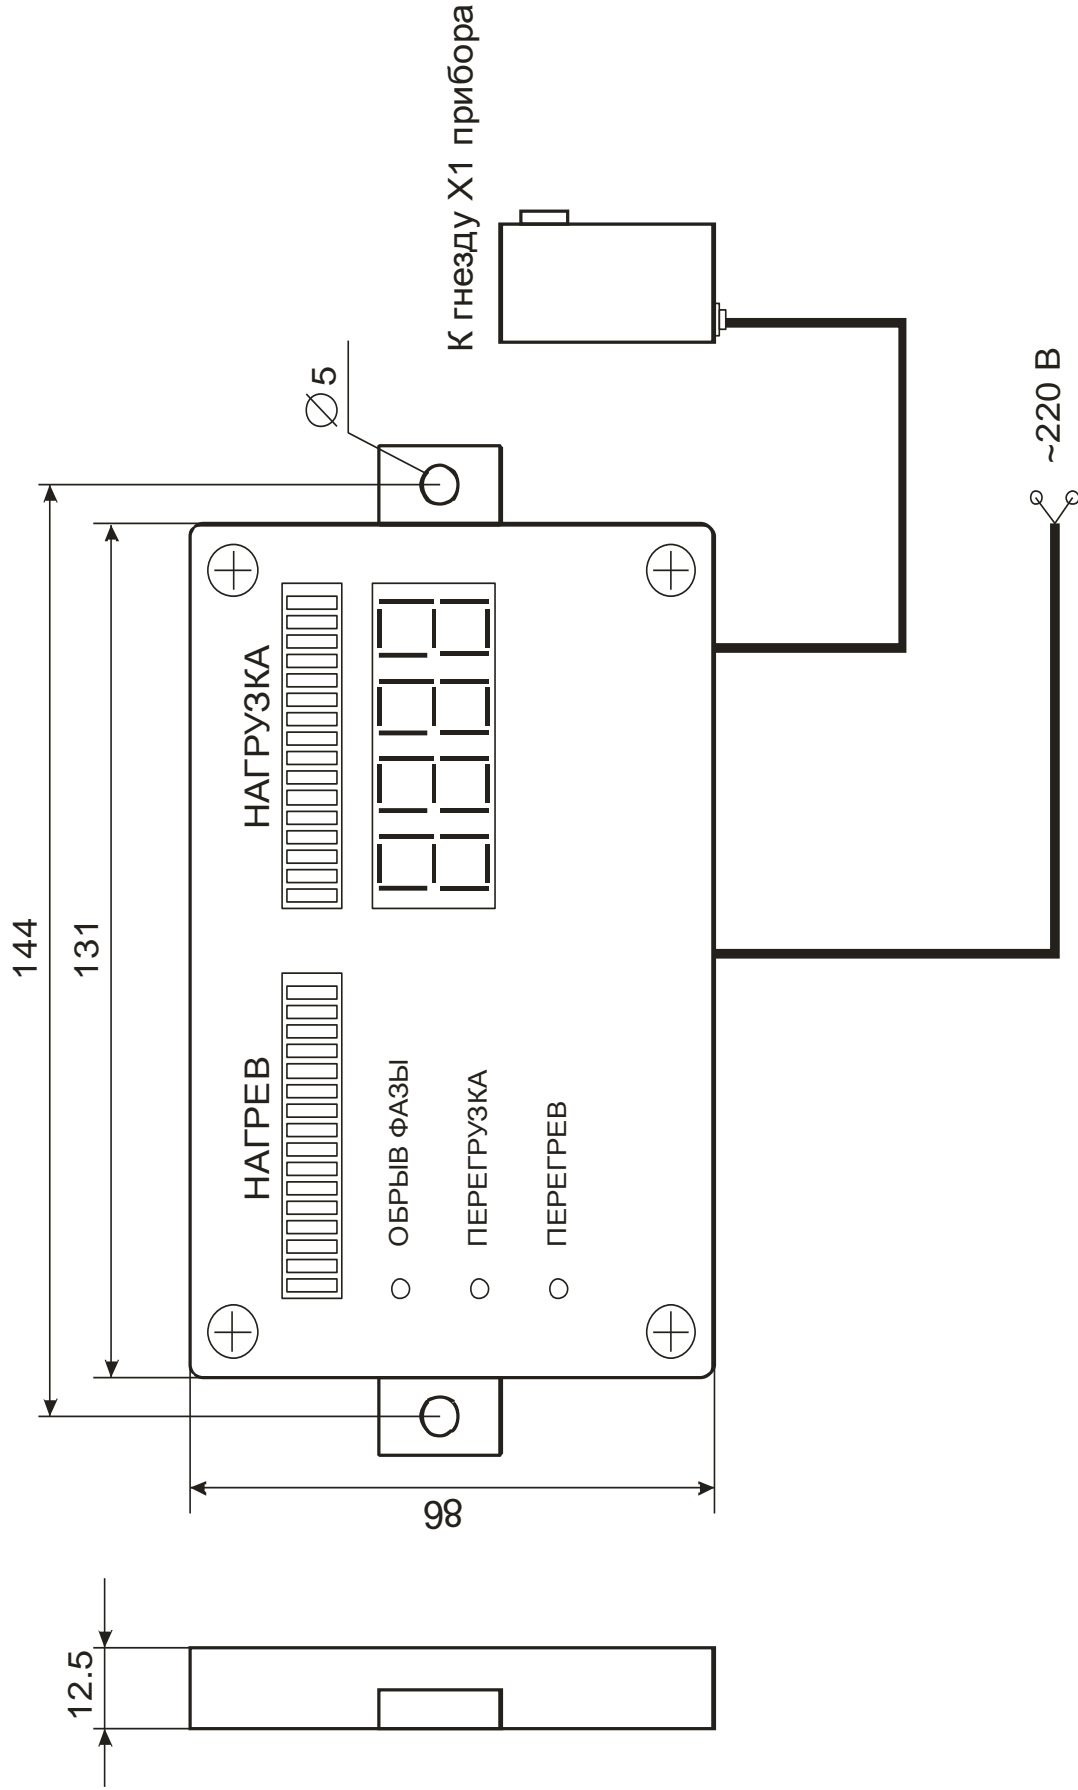

Рисунок 9 - внешний вид панели индикации ПИ-120
5.18 Панель индикации ПИ-120 (рис. 9) предназначена для стационарной установки на рабочем месте оператора для оперативного наблюдения за работой и состоянием контролируемого объекта.